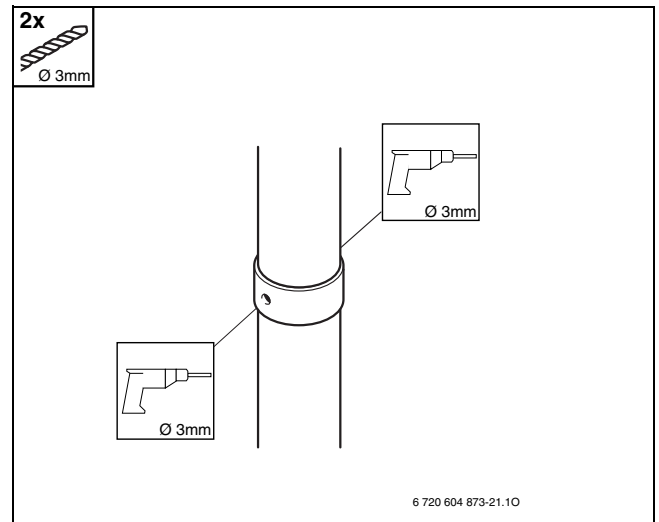

Рис. 37
►Просвердліть два отвори  $\varnothing 3$  мм в трубі подачі свіжого повітря. Максимальна глибина свердлення становить 8 мм. Це важливо для того, щоб не пошкодити трубу (Рис. 37).